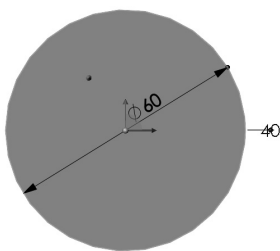

图 2-22 调整视图方位以正视于
- [3] 调整视图方位以正视方向显示，如图 2-22 所示。